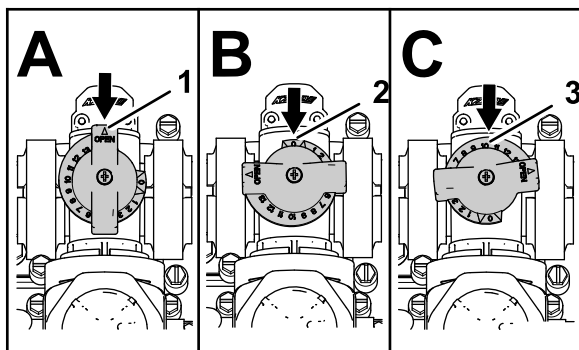

Рисунок 35
- Перепускной клапан перемешивания находится в полностью открытом положении, как показано на Рисунок 35А.
- Перепускной клапан перемешивания находится в закрытом (0) положении, как показано на Рисунок 35В.
- Перепускной клапан перемешивания находится в промежуточном положении (отрегулированном в соответствии с показаниями манометра системы опрыскивателя), как показано на Рисунок 35С.